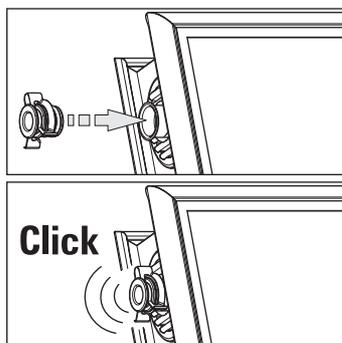

Fig. 3-45 Fase di lavoro 4
4. Inserire i tappi nelle curve di collegamento dei collettori ancora aperte finché le graffe di fissaggio non si innestano (fig. 3-45).